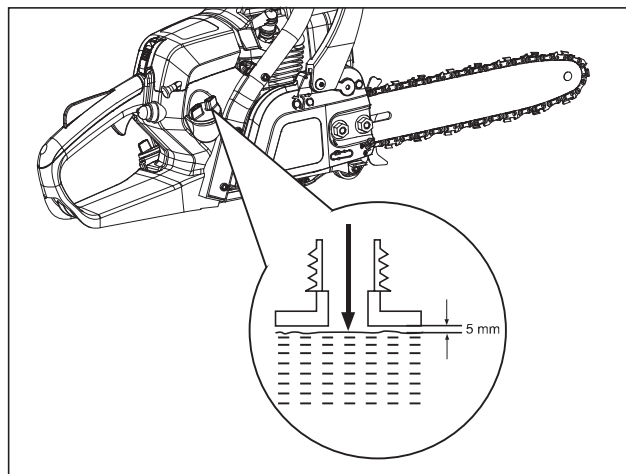

Fig. 5
2. Añada combustible sin plomo (10% de etanol o menos), con cuidado y sin sobrepasar el límite. Deje un espacio de 0.20 pul. (5 mm) aproximadamente entre la parte superior del combustible y el borde interno del depósito para permitir la expansión (Fig. 5).